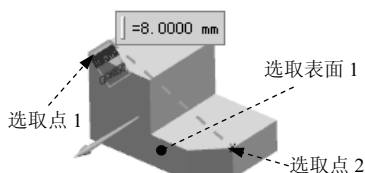

图 7.1.6 测量点与点的投影距离
(1) 定义测量类型。在“测量距离”对话框的 **类型** 下拉列表中选择 **投影距离** 选项。
(2) 定义测量距离。在“测量距离”对话框 **测量** 区域的 **距离** 下拉列表中选择 **最小值** 选项。
(3) 定义投影表面。选取图 7.1.6 所示的模型表面 1。
(4) 定义测量几何对象。先选取图 7.1.6 所示的模型点 1，然后选取模型点 2，测量结果如图 7.1.6 所示。
(5) 单击 **< 确定 >** 按钮，完成测量点与点的投影距离。